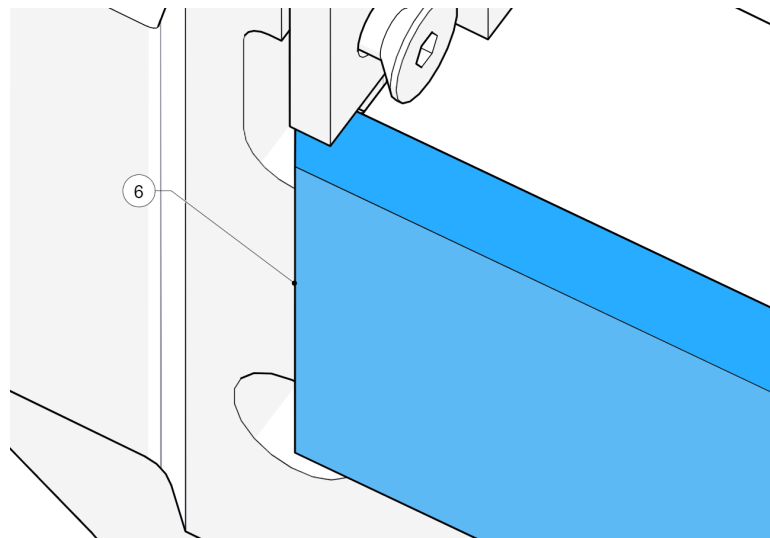

Figure 69 - Enclume dans le siège vertical
16. Poussez l'enclume dans le siège, sous l'enclume latérale (6, Figure 69).